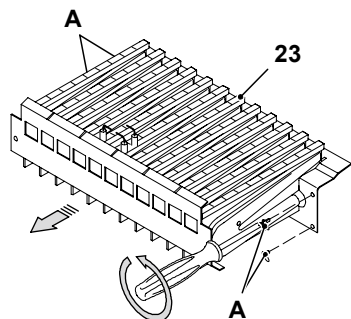

Figura 8.1
- Togliere il pannello anteriore della camera di combustione ed il bruciatore 23 in Figura 8.1